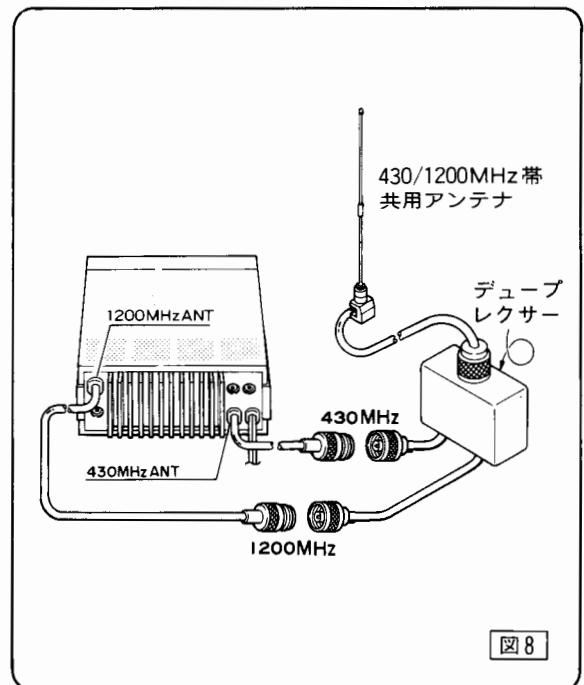

図8
② 共用アンテナに接続する場合(図8)
- ① 430MHz 帯、1200MHz 帯共用アンテナを使用する場合は 430MHz、1200MHz 帯用デュープレクサーが必要になります。